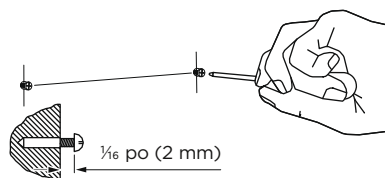
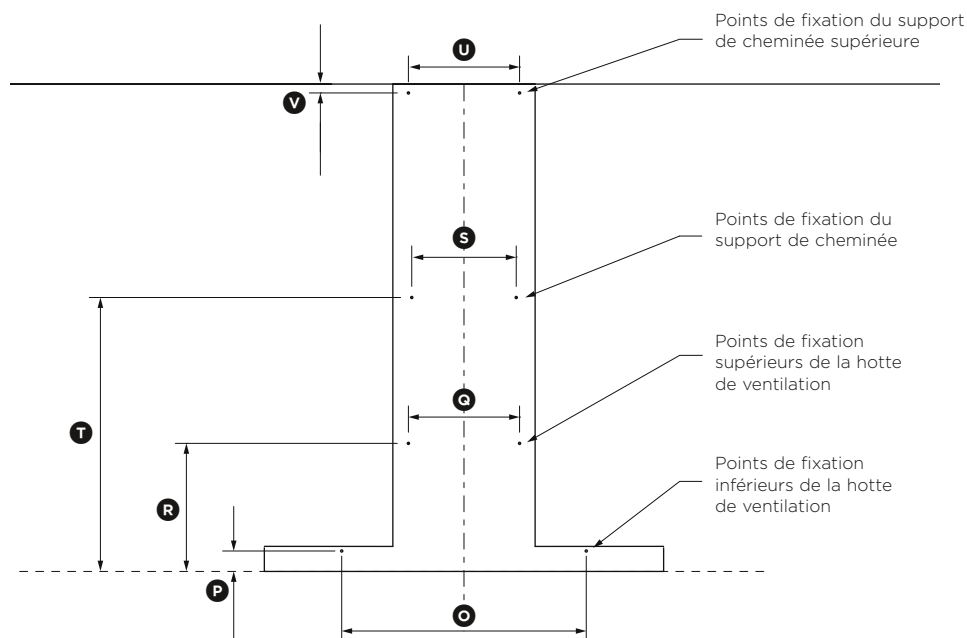

Fig.1
Fig.2
- Assurez-vous que la tension (V) et la fréquence (Hz) indiquées sur la plaque signalétique correspondent à la tension et la fréquence sur le site d'installation.
② Fixez les supports de cheminée et les vis de montage de la hotte de ventilation sur le mur
- Fixez le support de cheminée et le support de cheminée supérieure (si vous utilisez cette dernière) aux emplacements indiqués dans la Fig.2 (page 39) et la Fig.3 (page 40). Utilisez les vis de 1 $\frac{3}{16}$ po (30 mm) (ainsi que les chevilles expansibles, si vous les fixez à la maçonnerie).
- Fixez les vis de montage supérieures de la hotte de ventilation aux emplacements indiqués dans la Fig.2 (page 39) et la Fig.3 (page 40). Utilisez les vis de 1 $\frac{3}{16}$ po (30 mm) (ainsi que les chevilles expansibles, si vous les fixez à la maçonnerie). Assurez-vous de laisser un espace de $\frac{1}{16}$ po (2 mm) entre la tête de vis et le mur (Fig.1).